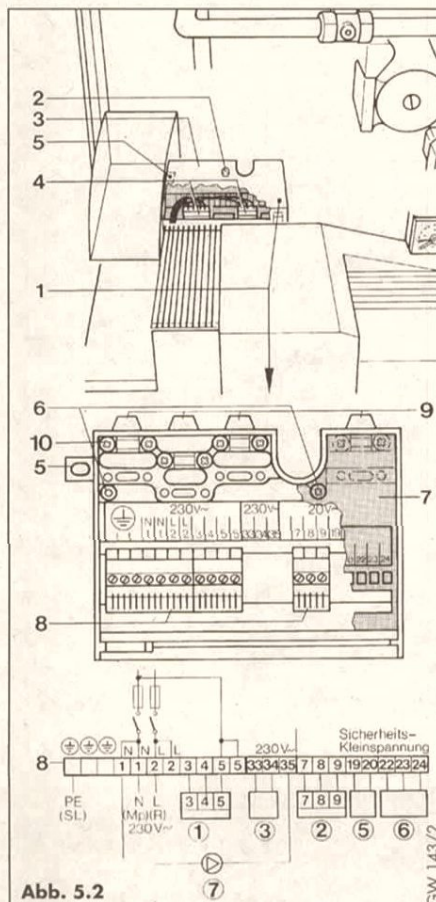
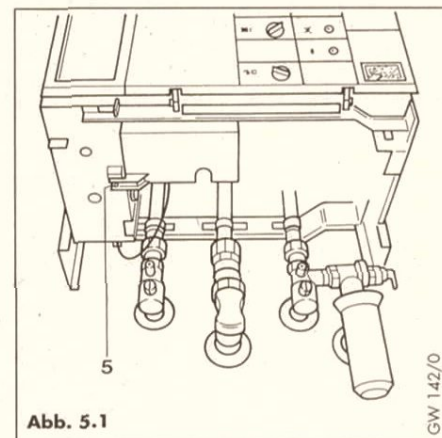

Abb. 5.2
Abb. 5.1
Netzanschluß des Gerätes und Anschluß von externen Regelgeräten im Anschlußkasten (1, Abb. 5.2 und 5.3) vornehmen.
- Schraube (2) lösen und Deckel (3) abnehmen (Abb. 5.2).
- Die drei Stecker (4) abziehen.
- Anschlußkastenbefestigung (5) an Geräteunterseite lösen und Anschlußkasten herausnehmen (Abb. 5.1).
- Schrauben (6) lösen und innere Abdeckung (7) abnehmen (Abb. 5.2).
- Anschlußleitungen nach Klemmenanschluß mit den zugehörigen Zugentlastungen (10) sichern.
- Anschlußkasten vom Abstandshalter (22) abschrauben.
- Innere Abdeckung (7, Abb. 5.2) wieder befestigen und falls Geräteinstallation nicht unmittelbar vorgenommen wird, Deckel (3) aufsetzen und mit Schraube (2) festschrauben.
Legende zu Abb. 5.1 bis 5.3
- Nach erfolgter Geräteinstallation Anschlußkasten von unten in Gerät einbauen, und von Geräteunterseite mit der Befestigung (5) anschrauben.
- Die drei Stecker (4, Abb. 5.2) wieder einstecken (Hauptschalter muß auf „0“ stehen!).
- Deckel (3) aufsetzen und mit Schraube (2) festschrauben.